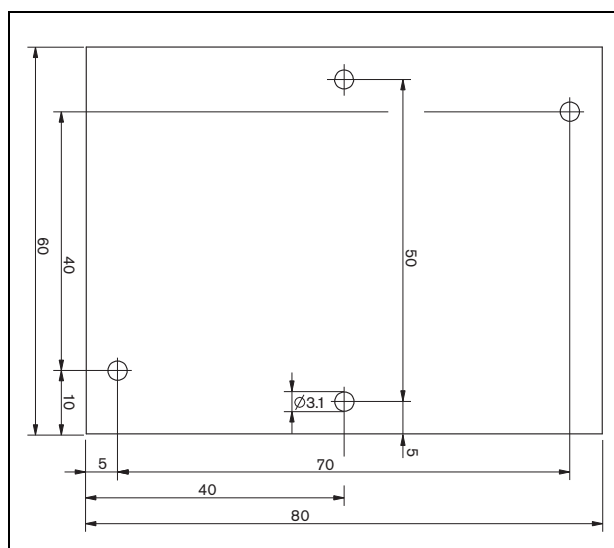

figura 12.5: Dimensões da placa de circuito impresso secundária de vigilância
- 1 Utilize os orifícios na placa de circuito impresso secundária de vigilância (consulte a figura 12.5) para a instalar num altifalante. As bobinas na placa de circuito impresso secundária de vigilância devem ser mantidas a uma distância de 30 mm ou mais do íman do altifalante e a uma distância de 50 mm ou mais do transformador do altifalante, caso contrário os campos magnéticos podem afectar o correcto funcionamento da placa de circuito impresso secundária de vigilância.